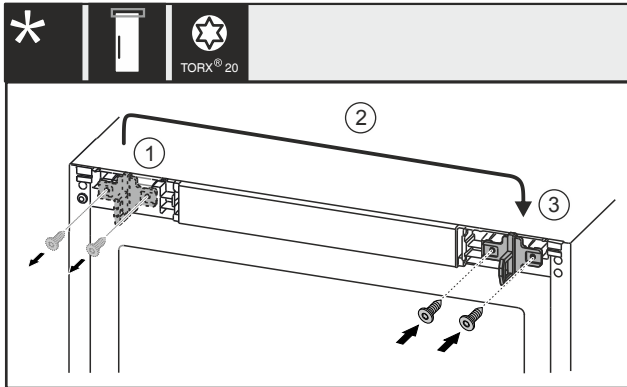

Fig. 29 Ar elektrisku slēdzeni*
- Izskrūvējiet ar skrūvgriezi skrūves Fig. 29 (1)*.
- Pārlieciet slēgšanas āķi Fig. 29 (2) pretējā pusē.*
- Pielieciet skrūves Fig. 29 (3) ar skrūvgriezi un pieskrūvējiet.*